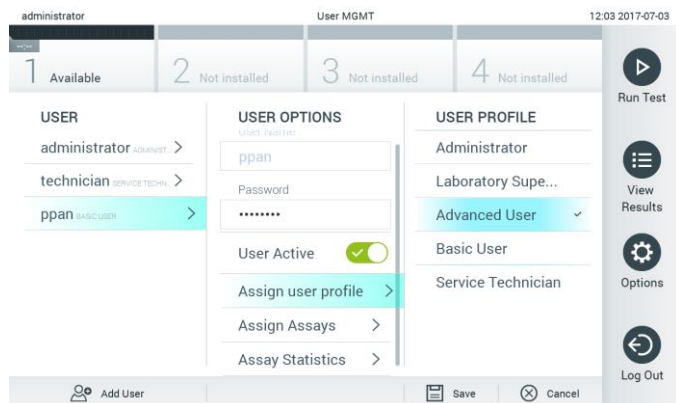

图 49. 为用户分配用户配置文件。
- Assign User Profile（分配用户配置文件）：允许为该用户分配不同的用户配置文件（例如，Administrator [管理员]、Laboratory Supervisor [实验室主管]、Advanced User [高级用户]、Basic User [基本用户]）。从内容区域右侧的列表选择合适的用户配置文件（图 49）。